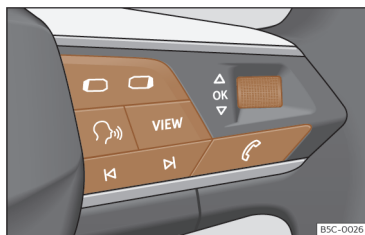

Fig. 11 Lado direito do volante multifunções: botões para utilizar os menus e as indicações informativas do painel de instrumentos (segundo versões).
Enquanto existir uma advertência com prioridade 1 >>> Página 24, não será possível aceder a nenhum menu. Algumas advertências podem ser confirmadas e ocultadas com o botão OK do volante multifunções >>> Fig. 11.
- Se aparecer uma mensagem ou o pictograma de um veículo, pressione o botão **OK** >>> Fig. 11; se for necessário, várias vezes.